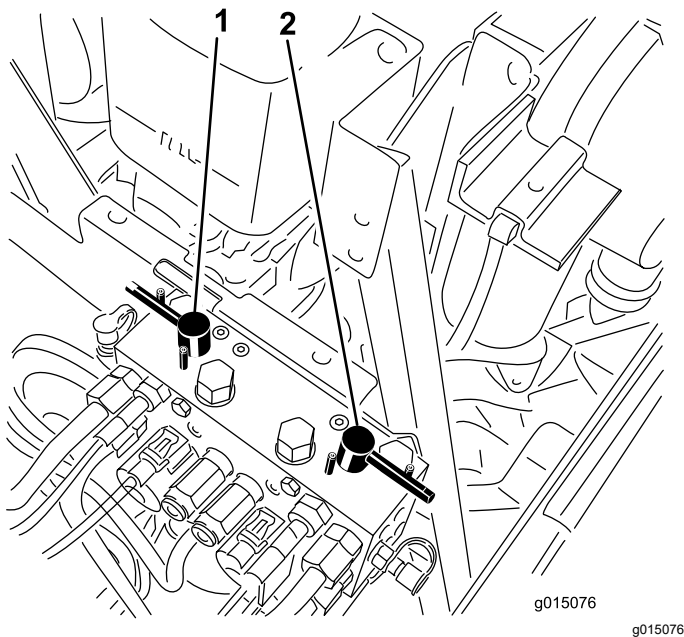

図 122
4. バックラップレバーで、前のカッティングユニット又は後ろのカッティングユニット、あるいは両方を選択する  図 122。